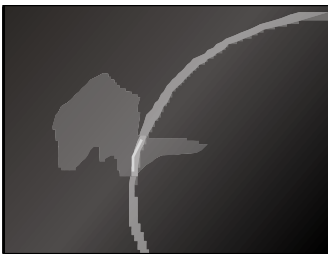

Fig. 13
- ❑ Los cambios de color con irisaciones metálicas, fig. 13, surgen por el rozamiento del fondo de los utensilios de cocina o por utilizar un producto de limpieza no adecuado. Se pueden quitar con esfuerzo, utilizando un producto de limpieza recomendado. Posiblemente tendrá que repetir la limpieza varias veces.